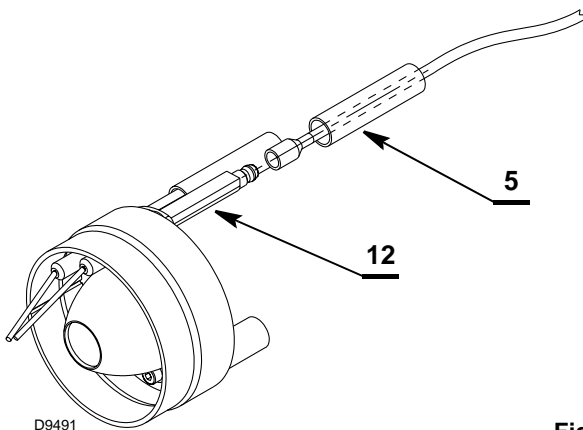

Fig. 27
- Introduire les câbles 5) (Fig. 27) dans les électrodes 12) et vérifier si les cosses des câbles sont bien fixées aux extrémités des électrodes (le cas échéant, serrer les cosses des câbles), puis protéger les extrémités avec des tubes isolants.